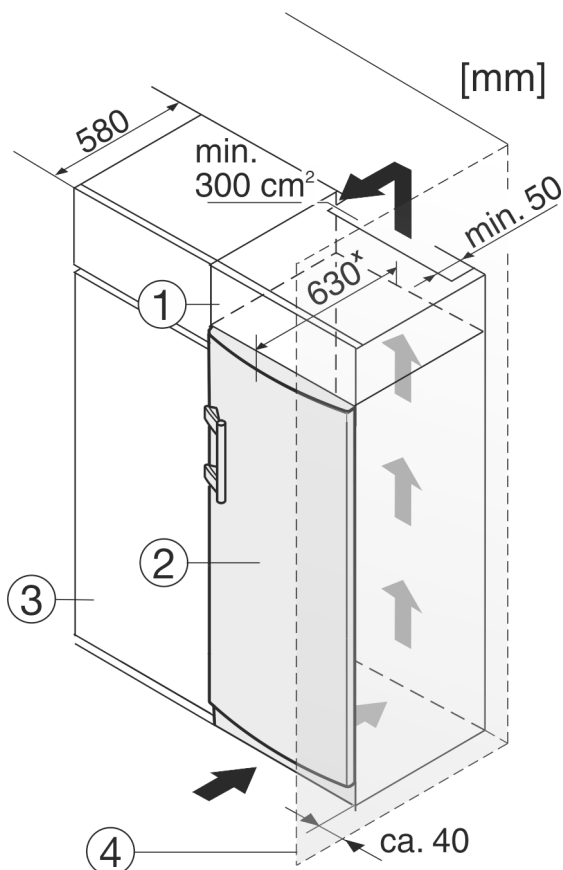

Fig. 10
- (1) Rátétsekrény (3) Konyhaszekrény
(2) Berendezés (4) Fal
A készüléket körbe lehet építeni konyhaszekrényekkel. Rá lehet szerelni Fig. 10 (2) egy rátétsekrényt, hogy a készüléket a konyhabútorok magasságához Fig. 10 (1) igazítsa.
Ha a készüléket konyhaszekrényekkel építi körül (max. 580 mm mélységben), akkor a készüléket közvetlenül a konyhaszekrény Fig. 10 (3) mellé is felállíthatja. A készülék oldalt 34 mm * mértékben áll előrébb a konyhaszekrény előlapjához képest, a készülék közepénél pedig 50 mm * mértékben.
Ha a készüléket a zsánérjaival a fal Fig. 10 (4) mellé állítja, akkor a készülék és a fal közötti távolság legalább 40 mm kell legyen. Ez a fogantyú túlnyúlásának felel meg, amikor kinyitja az ajtót.